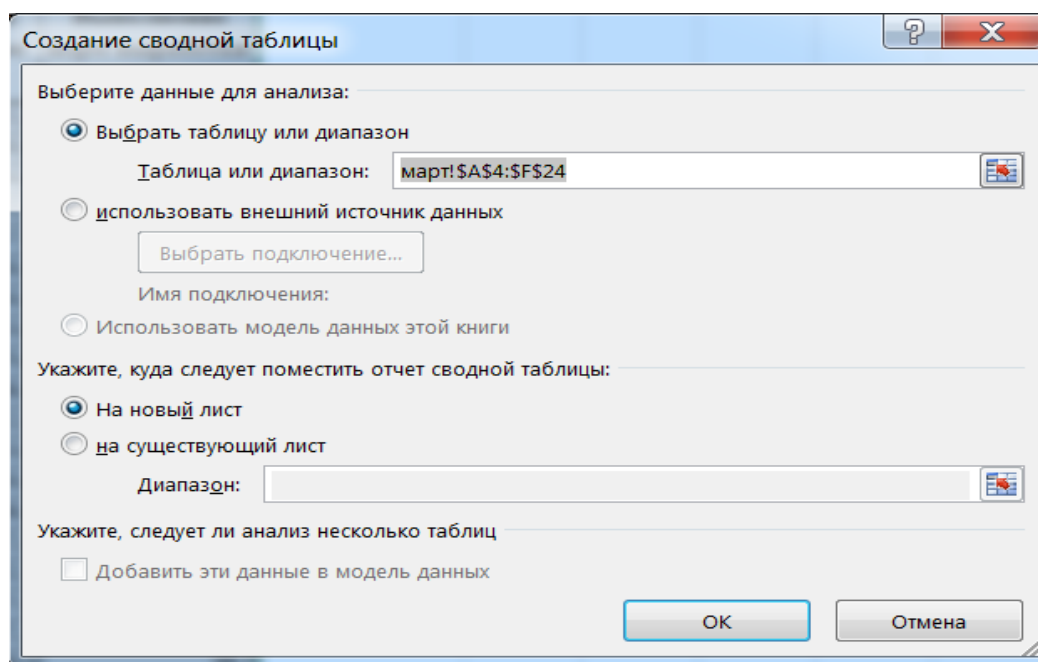

Рис. 4 Создание сводной таблицы
- 1) Выполнить команду Вставка – Сводная таблица, **рис. 4**.